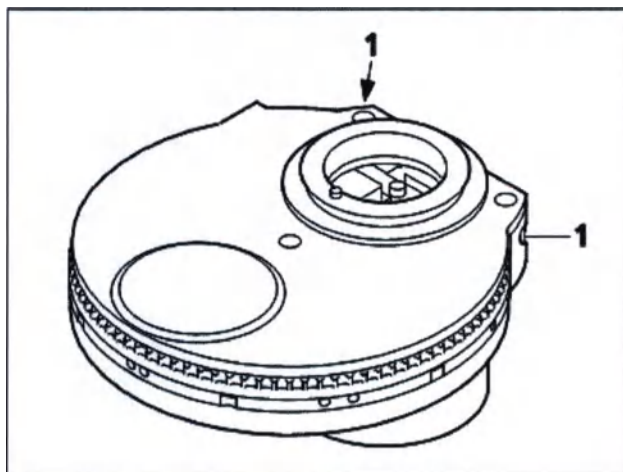

Рис. 63
- Шестипозиционная турель объективов H, DIC (рис. 63/1) со слотами DIC-слайдера (рис. 63/2) во всех положениях объектива (ручном, кодированном или моторизованном).
- Ручные и кодированные турели объективов: быстрая замена объективов выполняется поворотом турели за регулировочное кольцо (рис. 63/3).
Слот для слайдера анализатора (рис. 63/4)